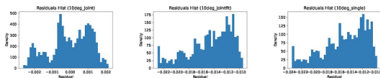
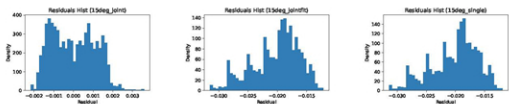

图 12 SiC 10° 联合拟合、联合回代、单角拟合残差直方图
图 13 SiC 15° 联合拟合、联合回代、单角拟合残差直方图
1. 残差统计与正态性检验 残差直方图 12 和图 13 表明，在 10° 与 15° 两个人射角下，无论采用单角独立拟合还是双角联合拟合，残差均值接近零，分布大致对称，未表现出明显的系统性偏差。